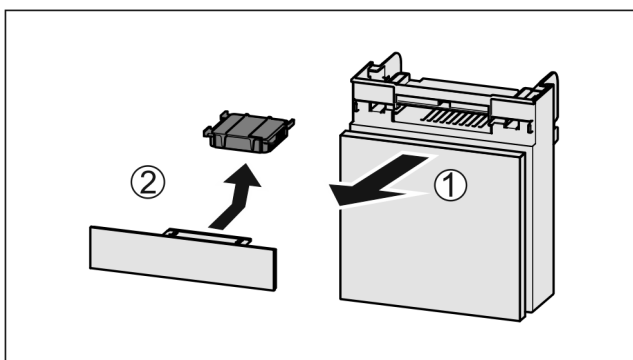

Fig. 73
- ▶ Fach nach vorne herausziehen Fig. 73 (1).
- ▶ Aktivkohlefilter entnehmen Fig. 73 (2).